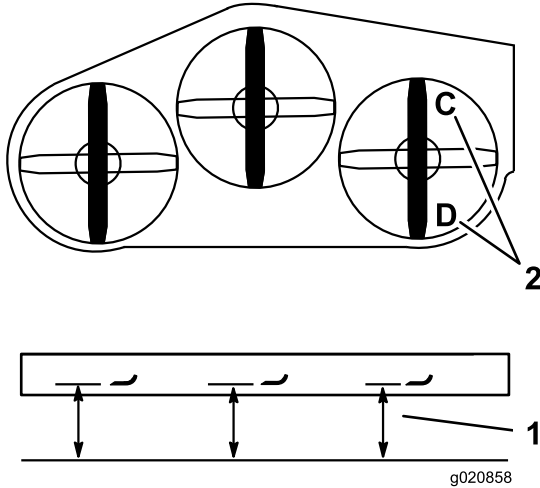

Figura 82
1. Coloque la cuchilla derecha en posición longitudinal (Figura 82).
2. Mida la cuchilla derecha en la posición **C** desde una superficie nivelada hasta el filo de corte de la punta de la cuchilla, y anote esta medida (Figura 82).
3. Mida la cuchilla derecha en la posición **D** desde una superficie nivelada hasta el filo de corte de la punta de la cuchilla, y anote esta medida (Figura 82).
Nota: La cuchilla de corte debe estar entre 6 y 10 mm (¼" y 3/8") más baja en la posición **C** que en la posición **D** (Figura 82). Si la distancia no es correcta, continúe con los pasos siguientes.
2. Coloque la cuchilla derecha en posición longitudinal (Figura 82).